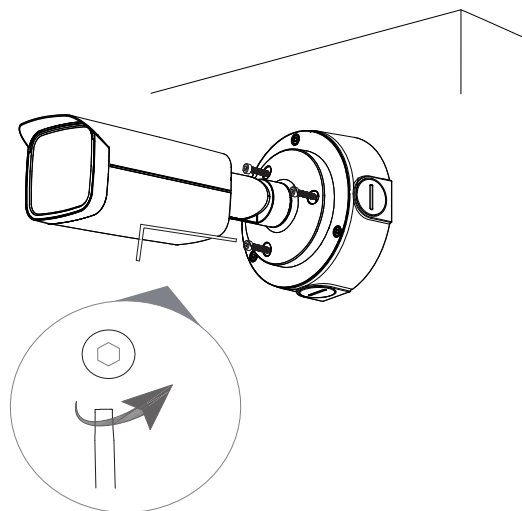

Рисунок 4.5 – Монтаж
10. С помощью ключа S3.0 «Шестигранник» из комплекта поставки кронштейна затяните фиксирующие винты «M4x14» (Рисунок 4.5).